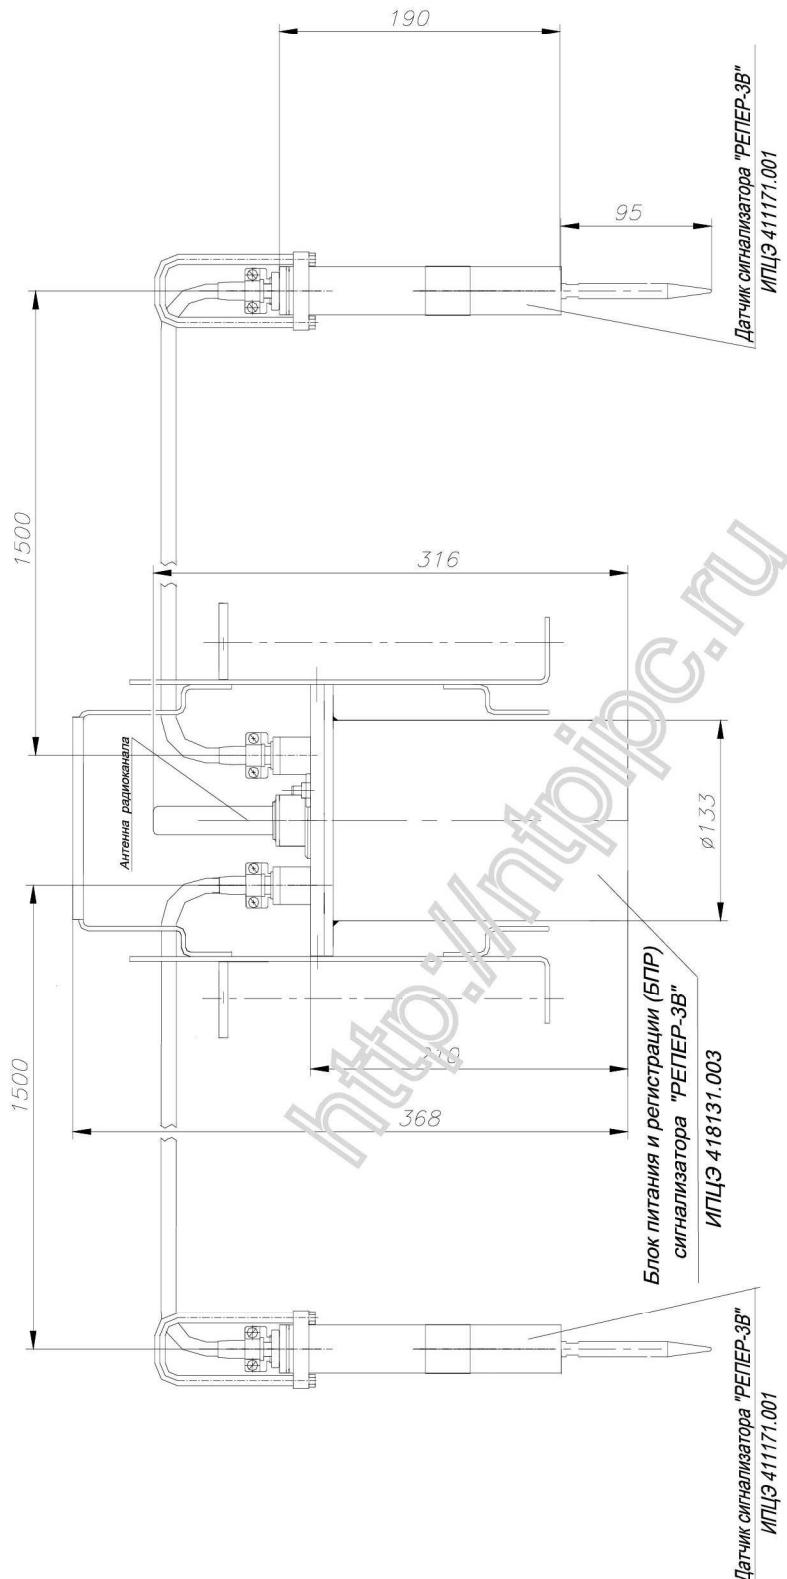

Рисунок 3.
1.5.1 Сигнализатор «Репер-ЗВ» состоит из двух блоков датчиков, соединённых кабелем с блоком питания и регистрации. Габаритный чертёж сигнализатора приведён на Рис.3.